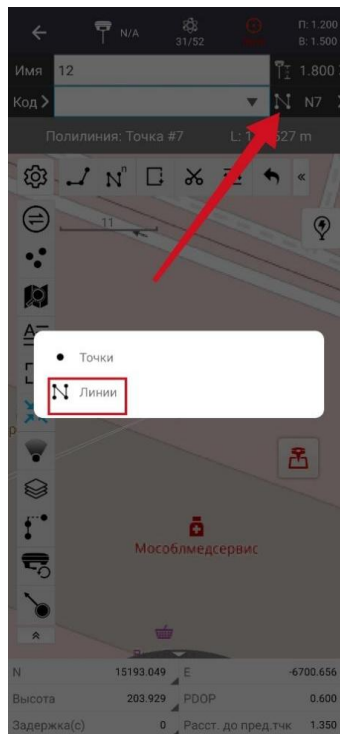

Рисунок 4.4.15
1. Для того, чтобы перейти в метод съёмки Zig-Zag перейдите в меню Карты. Далее поменяйте режим съёмки с Точки на режим съёмки Линии. Затем выберите пункт Линии (Рисунок 4.4.15).